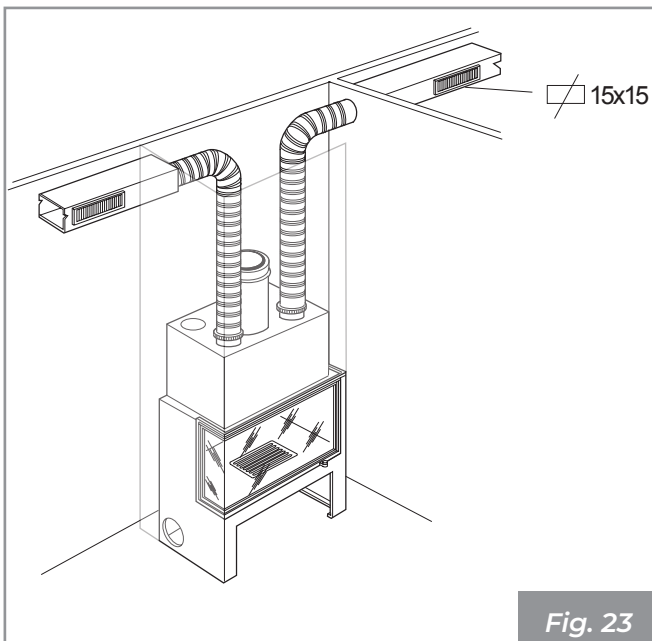

Fig. 23
- Tuyau flexible en aluminium - longueur jusqu'à 6 m sur une seule conduite (Fig. 23) ;
- Tuyau lisse métallique - longueur jusqu'à 10 m sur une seule conduite (Fig. 23) ;